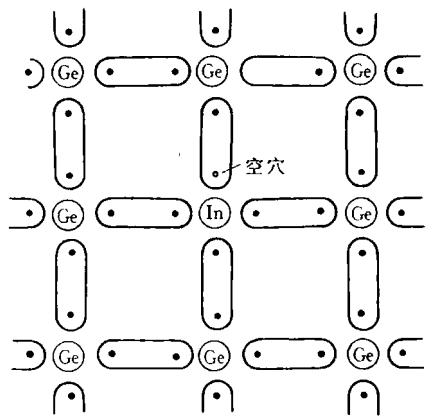

图 1—15 P 型半导体
2. P 型半导体 如果在硅或锗单晶体中掺入少量的三价元素硼（B）或铟（In），如图 1—15 所示。由于硼或铟原子的最外层只有三个电子，它要与四个相邻的硅或锗原子组成共价键，因共价电子数不够，从而硼或铟原子附近就存在着一个能拘留电子的空穴。在这种半导体里，空穴比自由电子多得多，半导体的导电，主要靠空穴。这类半导体称为空穴型半导体或 P 型半导体。在 P 型半导体中，空穴是多数载流子，自由电子是少数载流子。